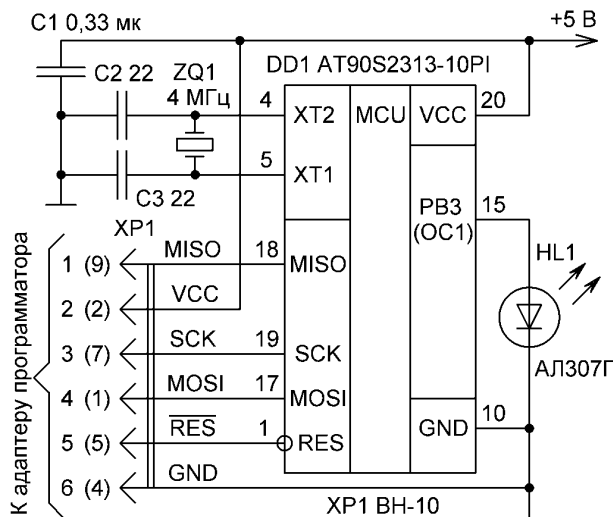
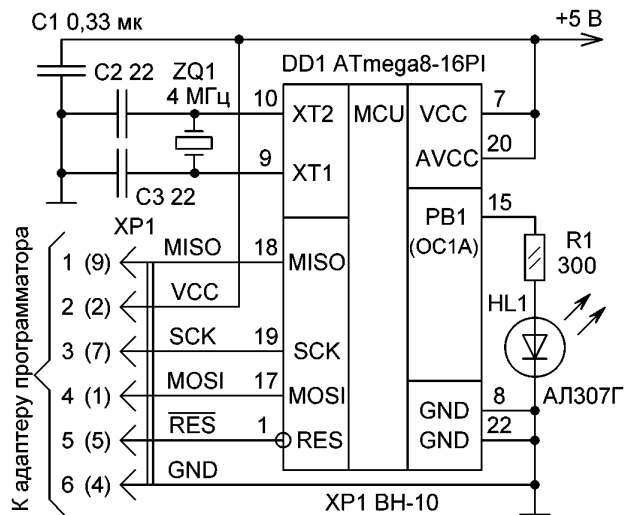

рис.4
рис.8
В DATASHEET приведена типовая схема включения микросхемы и указаны номера выводов MISO, MOSI, SCK, RES, необходимые для подключения адаптера программатора. Теперь нетрудно составить схему "быстрого старта" (рис.4). Тактирование МК осуществляют кварцевый резонатор ZQ1 и два конденсатора C2, C3. Керамический конденсатор C1 должен располагаться в непосредственной близости от выводов питания VCC, GND. Микросхему DD1 устанавливают в 20-выводную панель. Разброс частоты ZQ1 – 3...5 МГц.
3. Подключить адаптер программатора с одной стороны к LPT- или COM-порту компьютера, а с другой стороны – к разъему XP1 макетной платы (рис.4). Подать на МК DD1 питание 5 В.
Теперь более сложная задача: поменять тип МК с AT90S2313 на ATmega8. В начале следует идентифицировать вывод под названием OC1A согласно DATASHEET http://www.atmel.com/dyn/resources/prod_documents/doc2486.pdf, 2,4 Мб. Составляется схема включения МК (рис.8). Микросхема DD1 устанавливается в 28-выводную панель, остальные элементы используются из схемы рис.4. Резистор R1 ограничивает ток через светодиод HL1, поскольку выходной порт у ATmega8 в несколько раз мощнее, чем у AT90S2313.